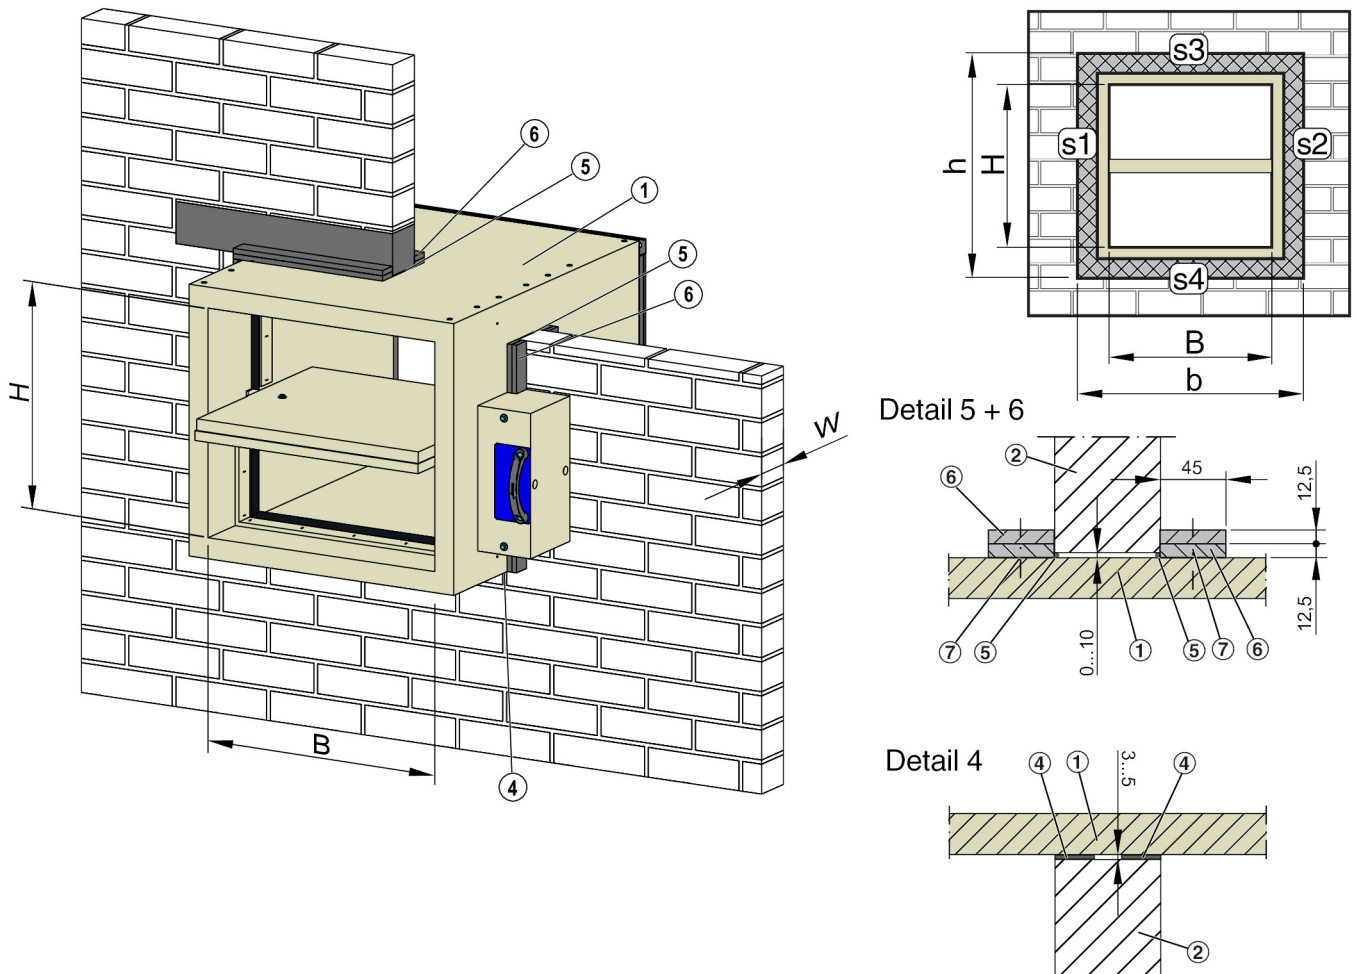

Abb. 12: Trockeneinbau in Massivwand, Einbauvariante b, Klassifizierungsindex: v_{ew}
1. ▶ Einbauöffnung fachgerecht herstellen, siehe Abb. 12 .